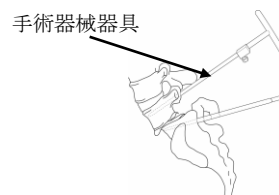

図 4. シャンツスクリュー デュアルコアリダクションスレッド(1-2)の挿入
- 適切なサイズのシャンツスクリュー デュアルコア リダクションスレッド(1-2)を椎弓根へ挿入する(図 4)。